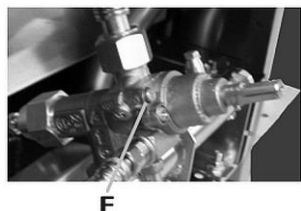

Fig. 9
1. Pour obtenir un débit plus faible, desserrer la vis F (fig. 9).